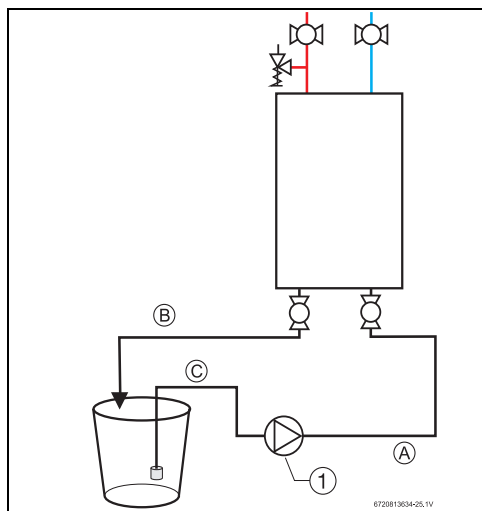

Fig. 55
- ▶ Raccorder une conduite (A) de la sortie de la pompe de circulation (fournie par l'installateur) vers le raccord de vidange en entrée sur le chauffe-eau (voir fig. 55.)
- ▶ A l'aide d'une autre conduite (B), brancher le raccord de vidange en sortie sur le chauffe-eau. Placer l'autre extrémité de cette conduite dans un réservoir de détartrage.
- ▶ A l'aide d'une 3e conduite (C) provenant du réservoir de détartrage, raccorder le côté d'entrée de la pompe de circulation. Installer un filtre sur l'extrémité de la conduite placée dans le réservoir de détartrage.